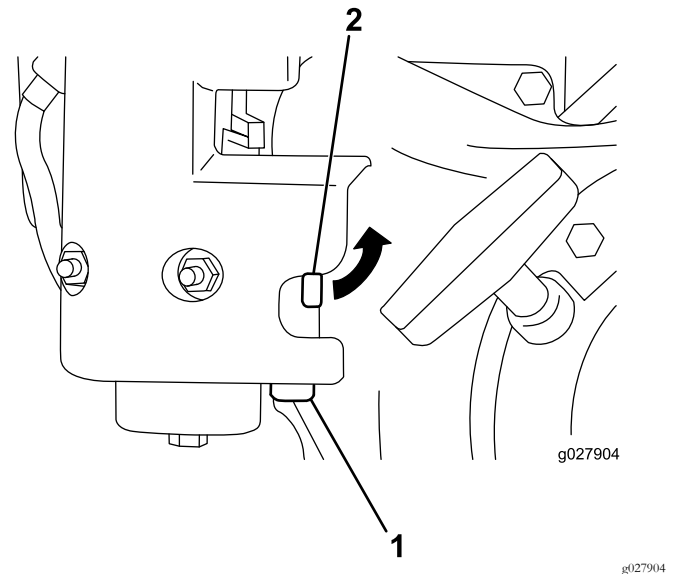

Figure 29
1. Fermez le robinet d'arrivée de carburant et dévissez la cuvette de décantation du corps de carburateur (Figure 29).